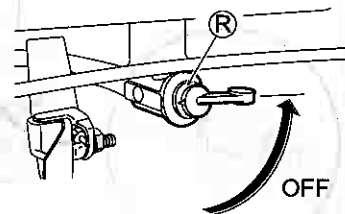

Fig. 15.
3 Coloque a torneira de combustível (R) em "OFF" (FORA DE). (Veja a fig. 15.)